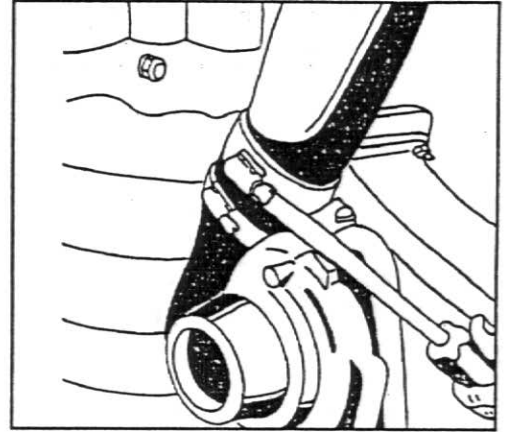

Fig. 2
8. Nos motores turboalimentados, solte a mangueira de ligação entre a saída do ar comprimido junto ao turbo e o tubo de entrada de ar para o coletor de admissão, fig.2.